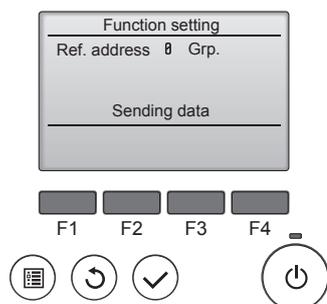
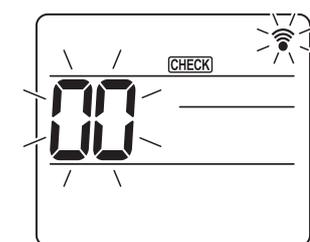
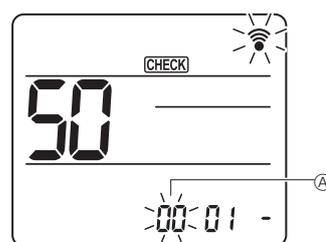
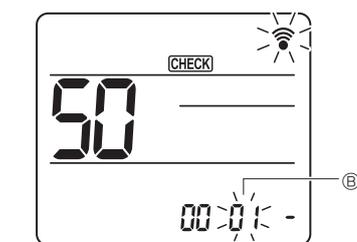

Fig. 6-15
Fig. 6-16
Fig. 6-17
Fig. 6-18
- ⑤ (Fig. 6-15)
- ① Gå til funksjonsvalgmodus
- [CHECK] er tent og "00" blinker. (Fig. 6-16)
- ② Stille inn enhetsnummer
- Trykk på [00]-knappen for å stille enhetsnummer ^A. (Fig. 6-17)
- ③ Velge en modus
- Trykk på [50]-knappen for å stille modusnummer ^B. (Fig. 6-18)